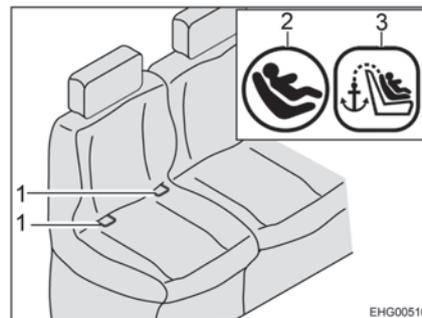

Fig. 12 Siège avec Isofix
- Encliqueter les bras d'encliquetage (Fig. 13,1) dans les étriers de fixation (Fig. 12,1 et Fig. 13,2). Un cliquetis clair doit être entendu.